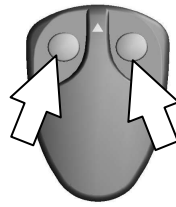

Fig. 1
2. Press buttons 1 and 2 of the transmitter at the same time and release them (fig. 1): the LED turns on and after 2 seconds turns off.
2. Premere contemporaneamente i pulsanti 1 e 2 e rilasciarli (fig. 1): il LED si accende e dopo circa 2 secondi si spegne.
2. Drücken Sie gleichzeitig die Tasten 1 und 2 des Senders und lassen sie wieder los (Abb. 1): Die LED leuchtet auf und geht nach zirka 2 Sekunden aus.
2. Pulse y suelte simultáneamente los botones 1 y 2 (fig. 1); el LED se enciende y, luego de aproximadamente dos segundos, se apaga.
2. Carregar simultaneamente nos botões 1 e 2, e soltá-los (fig. 1): o LED acende-se e apaga-se após 2 segundos, aproximadamente.